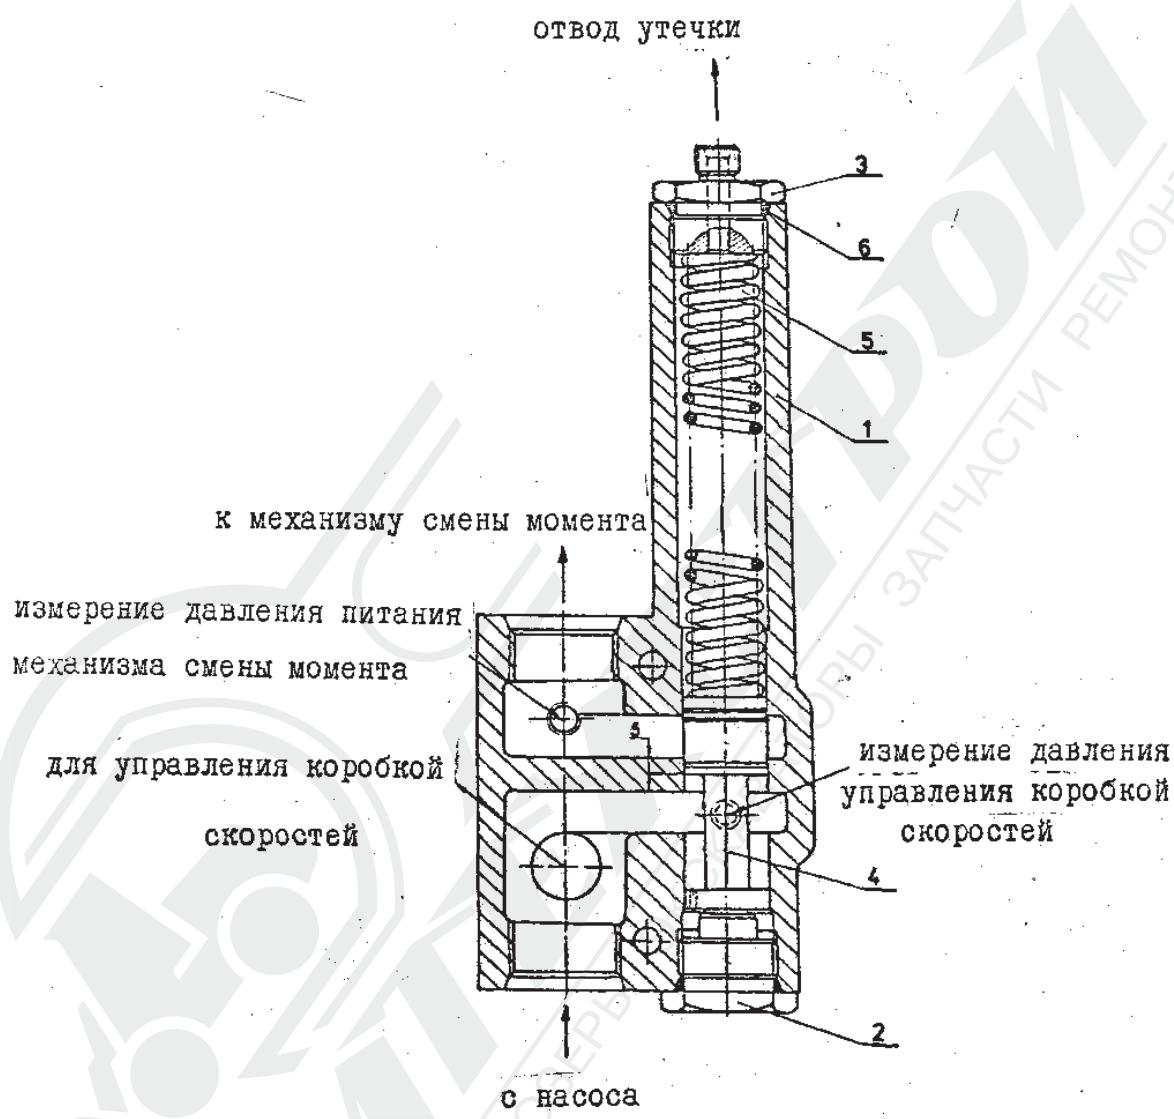

Рис. 1-26. Поршневой клапан типа ZM151N-04-00
1.9.4.1. Конструкция и принцип действия управляющего клапана /рис. 1-26/.
Описание рис. 1-26.